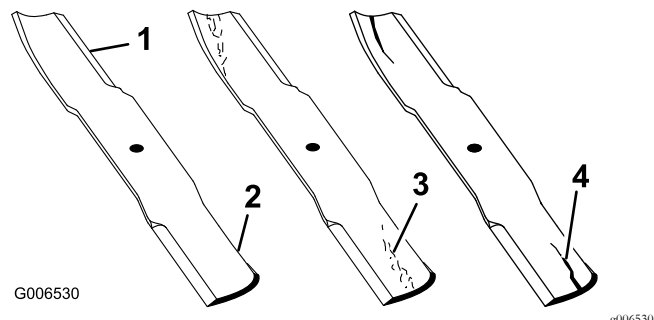

Figura 51
1. Inspeccione as extremidades de corte (Figura 51).
4. Se verificar quaisquer fissuras, desgaste, ou a formação de ranhuras nesta área instale imediatamente uma lâmina nova (Figura 51).